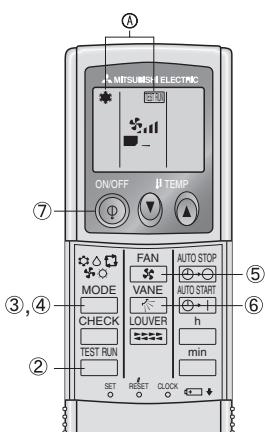

Fig. 7-2
7.2.2. Med trådlös fjärrkontroll (Fig. 7-2)